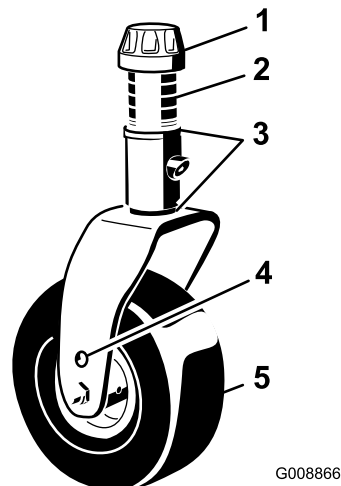

Рисунок 29
3. Отрегулируйте количество 3-миллиметровых регулировочных прокладок на вилке (вилках) передних поворотных колес так, чтобы высота скашивания соответствовала указанному на наклейке значению (Рисунок 29); см. Регулировка высоты скашивания \(страница 29\).